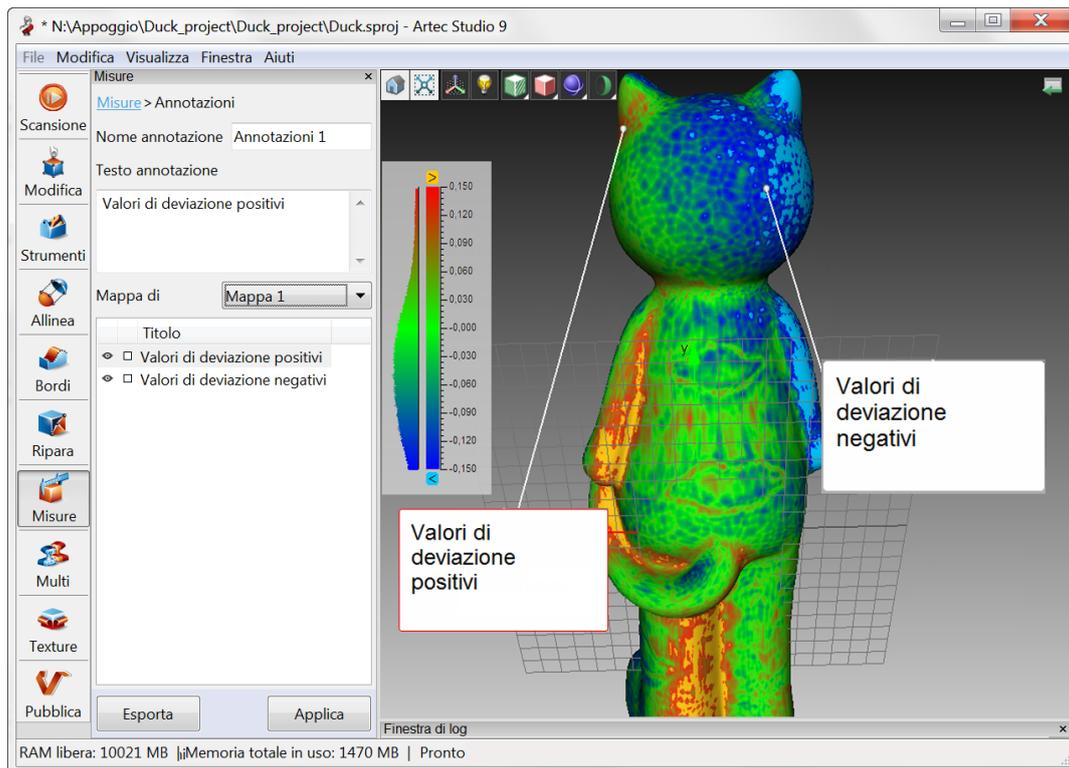

Figura 6.12: Annotazioni su un modello con una mappa di distanza
E' possibile creare appunti ed annotazioni sulle superfici e sulle mappe di distanza usando gli strumenti di *Annotazione*. Le annotazioni possono includere una o più etichette (didascalie). Le etichette appaiono come riquadri rettangolari con una linea di connessione che punta sugli elementi della superficie interessati (figura 6.12).
5. Ripetere i passaggi #3 e #4 per creare una nuova etichetta. Ciascuna nuova etichetta aggiunta alla superficie verrà elencata nella lista nel pannello di sinistra (figura 6.12). Le annotazioni nella lista possono essere nascoste/mostrate o diversamente colorate, facendo un clic **RMB** e selezionando l'opzione corrispondente dal menu. Lo stesso risultato può essere ottenuto usando l'icona di selezione  e premendo il riquadro per la colorazione.
1. Selezionare l'etichetta nella finestra *Vista 3D* e il colore del bordo diverrà rosso (vedere l'etichetta blu nella figura 6.12). Premere il tasto **Canc** della tastiera.